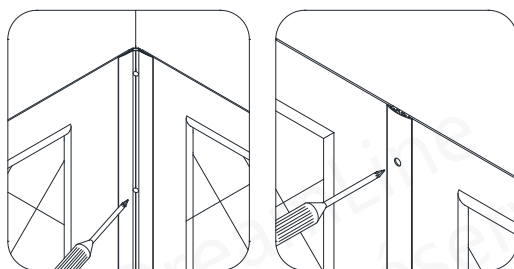

**Fig 21a**
**21.** Répétez l'étape 18 pour installer le deuxième **panneau latéral (N° 01)**. Insérez le **panneau latéral (N° 01)** derrière la bande d'étanchéité de coin et serrez complètement les vis. **(Fig 21a and Fig 21b)**